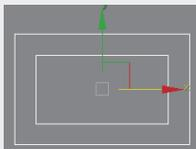

图3-14 墙矩形
- 墙矩形：使用“墙矩形”工具可以创建两个封闭的同心矩形的图形，每个矩形都由四个顶点组成，如图3-14所示。